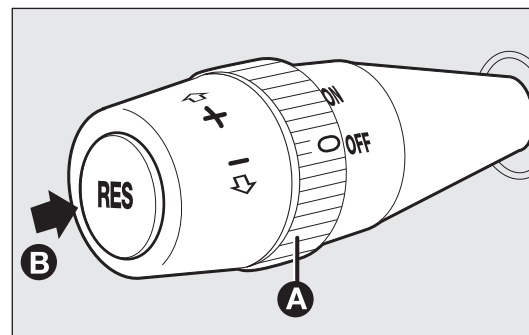

fig. 73
**INSERIMENTO DISPOSITIVO fig. 73**